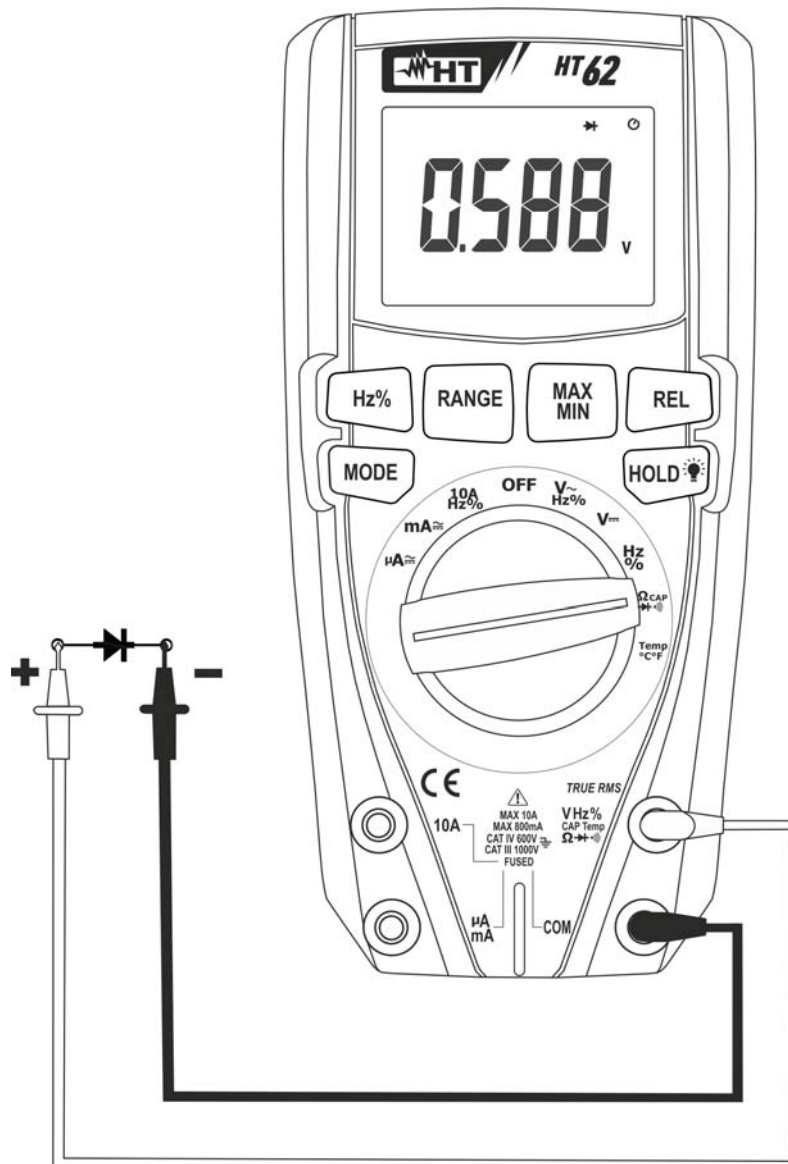

Fig. 6: Uso dello strumento per la Prova Diodi
4. Posizionare i puntali ai capi del diodo in esame (vedere Fig. 6) rispettando le polarità indicate. Il valore della tensione di soglia in polarizzazione diretta è mostrato a display
6. Se lo strumento visualizza il messaggio "**O.L**" i terminali del diodo sono invertiti rispetto a quanto indicato in Fig. 6 oppure la giunzione P-N del diodo è danneggiata